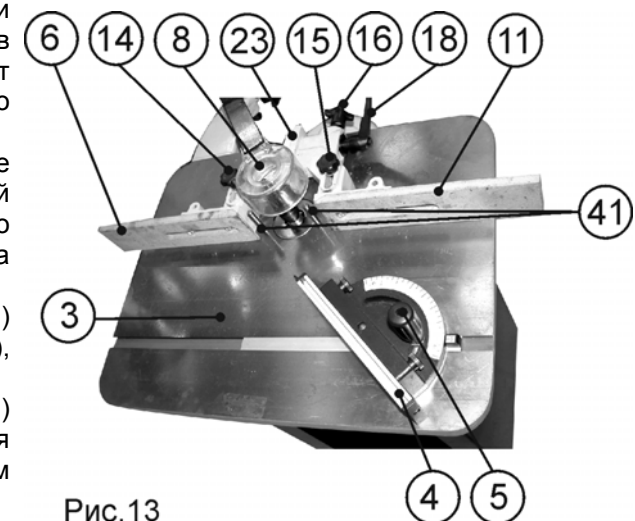

Рис.13
- 10.3.4. Подавайте заготовку с равномерной скоростью. Любая остановка заготовки образует неровность или ступень на обрабатываемой поверхности заготовки. При фрезеровании верхняя часть фрезы, находящаяся выше заготовки, в целях собственной безопасности должна закрываться защитным колпаком (8), Рис.13.
- 10.4.2. Для выполнения криволинейного фрезерования используются специальные приспособления – цулаги, упорные кольца и копировальные пальцы (41). При копировании заготовки по имеющемуся образцу или шаблону на рабочем столе (3) предусмотрена установка двух съёмных копировальных пальцев (41). Заготовку кладут на копир – шаблон, который имеет конфигурацию будущей детали, и зажимают. Кромку копира – шаблона обводят по копировальному пальцу (41), Рис.13. Фреза на заготовке повторяет конфигурацию копира – шаблона. Меняя шаблоны и режущий инструмент, можно получить различные изделия. Об изготовлении и методах работы с этими приспособлениями можно получить информацию в соответствующих учебных пособиях о работе с фрезерными деревообрабатывающими станками.
9.2.5. Фиксированное положение направляющих планок (6 и 11) определяет положение гаек фиксации (14 и 15), соответственно, Рис.13.
9.2.6. Перемещение передней направляющей планки (11) относительно задней направляющей планки (6) производится вращением винта перемещения (16) при не зафиксированном положении гайки фиксации (15) и ручки фиксации (18), Рис.13.
9.2.7. Перемещение обеих направляющих планок (6 и 11) без смещения относительно друг друга производится непосредственным перемещением стойки (23) при не зафиксированном положении гаек фиксации (14 и 15) и зафиксированном положении ручки фиксации (18), Рис.13.
10.1.2. При не работающем станке поместите заготовку на рабочий стол (3). Проверьте плавность движения и равномерность прилегания заготовки к рабочему столу (3) и направляющей планке (11), Рис. 13.
10.1.3. При выполнении фрезерной операции с применением направляющей скоса (4), при не работающем станке проверьте равномерность прилегания заготовки к направляющей скоса (4) и рабочему столу (3), а также плавность движения направляющей скоса (4) и заготовки по рабочему столу (3), Рис. 13.